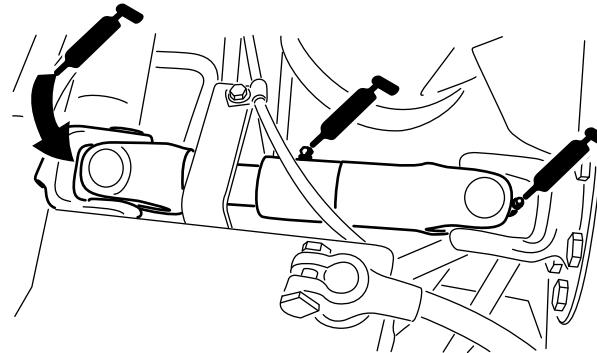

Figura 46
- Junta em U do veio propulsor da bomba (3) – Figura 46